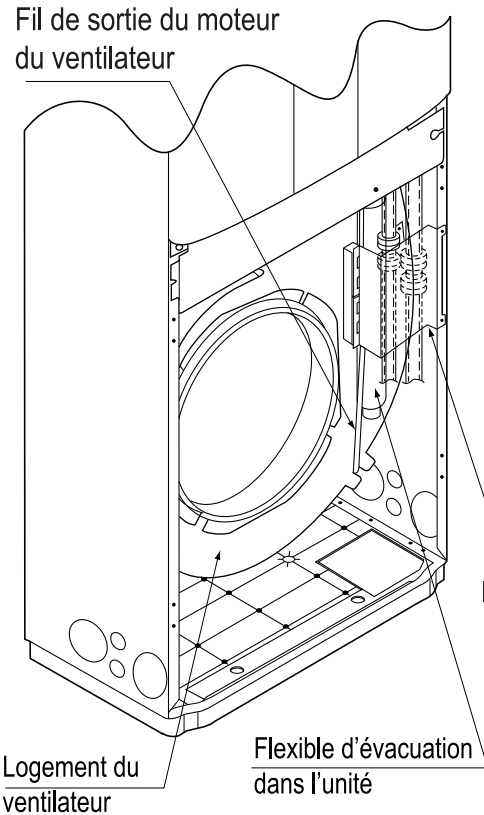

Fig. 12
- Détachez la retenue de tuyau. **(Reportez-vous à la Fig. 12)**
- Une fois les travaux de tuyauterie de fluide frigorigène et de câblage électrique terminés, fixez la tuyauterie de réfrigérant, le flexible d'évacuation de l'unité intérieure, le câblage de raccordement entre les unités intérieure et extérieure et le fil de mise à la terre au moyen de la plaque de retenue pour tuyauteries (**reportez-vous à la Fig. 12**). La tuyauterie de fluide frigorigène qui pénètre dans l'unité intérieure peut alors entrer en contact avec la grille d'aspiration. Veillez par conséquent à ne pas rallonger la tuyauterie de fluide frigorigène au niveau de la plaque de retenue de la tuyauterie (pour les travaux de câblage électrique, reportez-vous au chapitre "8. TRAVAUX DE CÂBLAGE ÉLECTRIQUE").